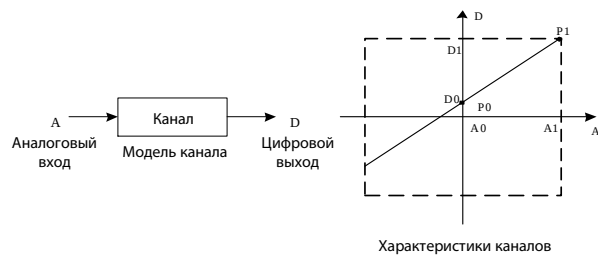

Рисунок 3-1. Схема характеристик канала модуля VC-8TC
(2) Погрешность измерения из-за сопротивления проводников кабеля канала устраняется настройкой его характеристик. По соображениям удобства работы и отсутствием влияния на реализацию функционального назначения, в текущем режиме работы значения «A0» и «A1» принимаются как [Измеренное значение 1] и [Измеренное значение 2] соответственно, а значения «D0» и «D1» - это [Стандартное значение 1] и [Стандартное значение 2] соответственно, см. рисунок 3-1. При необходимости можно самостоятельно изменить характеристики канала, настроив (A0,D0) и (A1,D1). Заводская настройка по умолчанию: (A0,D0) = 0 (входной аналоговый сигнал температуры), а (A1,D1) = максимальное значение аналогового сигнала температуры (12 000), (шаг 0,1 °C). Заводская настройка по умолчанию показана на рисунке 3-2, где A0 = 0, A1 = 12000 (шаг: 0,1 °C)